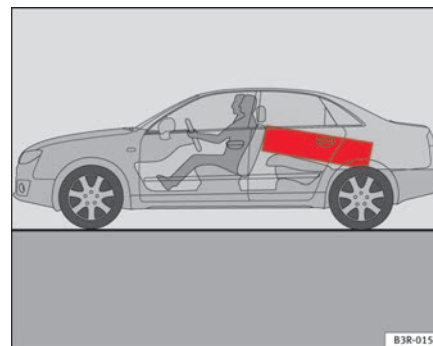

Fig. 114 Los objetos pesados deberían transportarse lo más adelante posible. ►
- Los objetos pesados deberían transportarse lo más adelante posible ⇒ página 145, fig. 114.